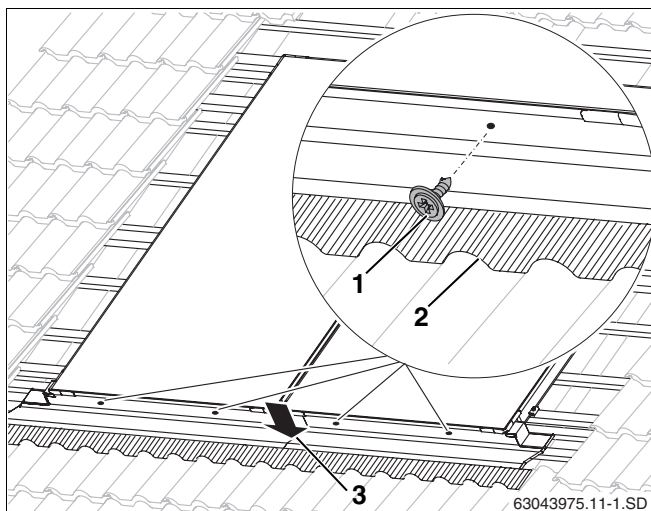

Fig. 47 Fixation des tôles inférieures
- Fixer les tôles dans les granulations à l'aide de vis (longueur 12 mm, fig. 47, **pos. 1**) et de rondelles d'étanchéité.
- Appuyer la tôle supérieure contre la tôle inférieure (fig. 47, **pos. 3**).
- Adapter avec soin les feuilles de protection en plomb dans la zone frontale au contour des tuiles (fig. 47, **pos. 2**).